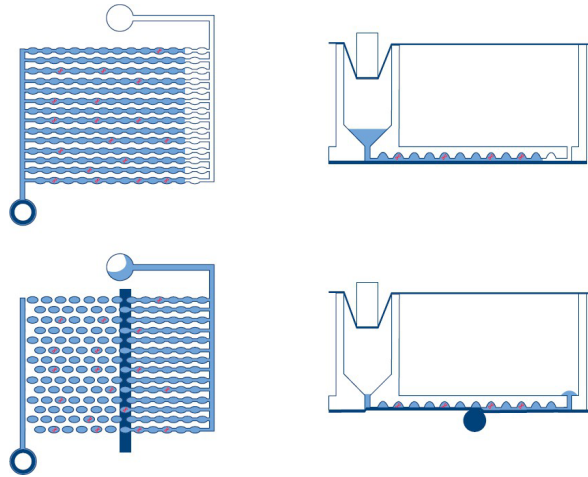

Figure 1. Schéma de remplissage et de séparation d'un puits.
- **Séparation :** dans le premier module de l'instrument, les microcanaux et les compartiments de la plaque sont remplis de l'échantillon et du mélange réactionnel dPCR. Pour ce faire, des pinces à piston compriment le joint supérieur élastique de la nanoplaque sur chaque puits. Cela crée une pression positive qui pompe le liquide du puits d'entrée dans les microcanaux et les compartiments. Ensuite, les canaux de communication entre les compartiments sont scellés par l'activation d'un adhésif sensible à la pression dans le cadre d'un processus de roulement contrôlé par la pression (voir Figure 1).
- Imagerie :** La dernière étape du processus est l'acquisition de l'image, qui capture le signal de chaque compartiment des puits de la nanoplaque. En mode Utility (Utilitaire), l'utilisateur peut configurer les canaux de détection et les paramètres d'imagerie à l'aide de la fonctionnalité de configuration d'expérience de la suite logicielle. En mode IVD (DIV), les réglages d'imagerie sont pré-réglés de manière à optimiser les conditions et ne nécessitent aucune configuration de la part de l'utilisateur. Les séparations qui contiennent une molécule cible émettront une fluorescence plus intense que les compartiments sans cible (voir Figure 1). Pour plus de détails et de spécifications sur le système d'imagerie, voir section 8 Caractéristiques techniques.